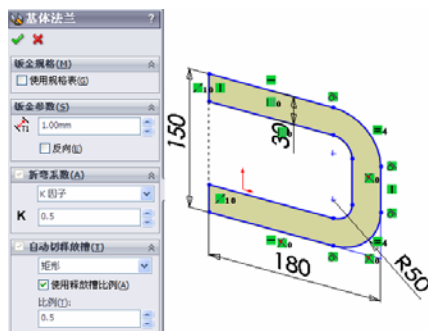

图 9-60 生成基体法兰
③ 生成“基体法兰”特征。选择菜单栏中的“插入”→“钣金”→“基体法兰”命令，或者单击“钣金”工具栏中的“基体法兰/薄片”图标，在特征管理器中钣金参数厚度栏中键入厚度值：1；其他设置如图 9-60 所示，最后单击“确定”图标。